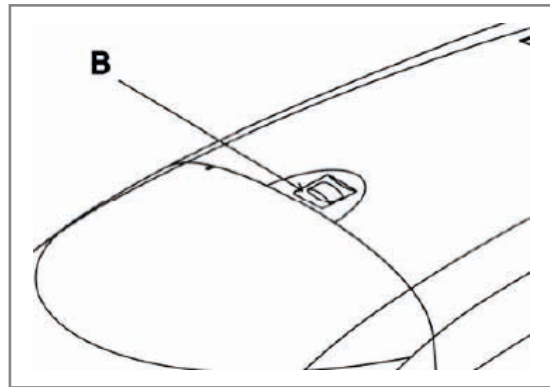

Figura 2
12) Botón O / S / C B, facilita el ajuste, el mantenimiento y la apertura o cierre emergente (Figura 2).